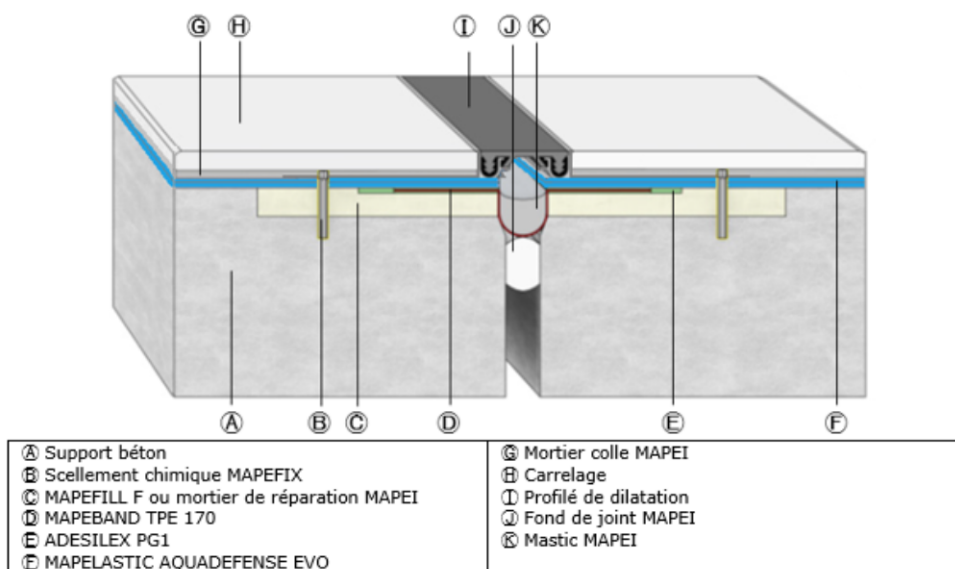

Figure 20 – Traitement d'un joint de dilatation avec carrelage collé directement sur MAPELASTIC AQUADEFENSE EVO
- Traiter la liaison entre le profil de dilatation et la protection dure à l'aide d'un cordon de MAPEFLEX E PU 21 SL ou MAPEFLEX PU 45 FT (figure 20).